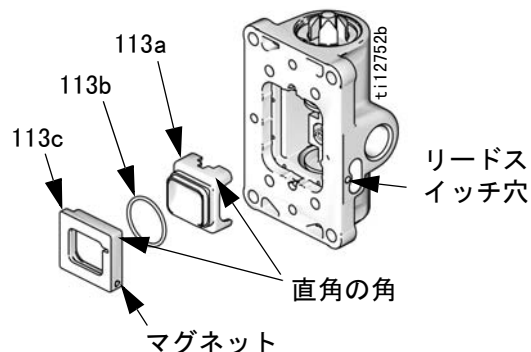

図 7: 2 ピースカップの取り付け
次の手順で、カップ本体とカップベースを組み立てる際に、一通りでしか組み付けられないことに注意してください。カップ本体 (113a) とカップベース (113c) の両方には、一角に直角の端があります。O リングの損傷を避けるには、これらの部品を違う向きで強制的に組み付けしないでください。図 7 を参照してください。
8. 図 7 を参照してください。カップ O リング (113b) を潤滑してカップ本体 (113a) に取り付けて、その次にカップ本体をカップベース (113c) に組み付けます。カップアセンブリを潤滑して取り付けます。小型の円形マグネットをリードスイッチ穴の位置に合わせます。